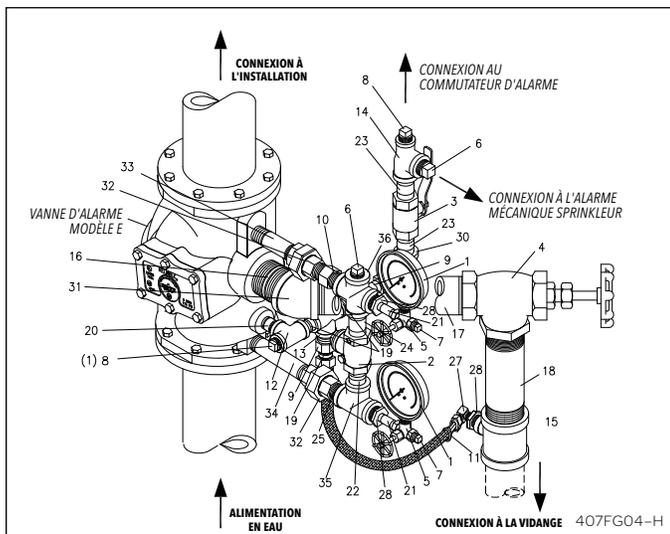

Fig. 4 – Installation verticale avec pression constante
Pression constante (Fig. 4 et 6)
Lorsque l'eau cesse de s'écouler dans la vanne d'alarme, le clapet (4) se replace sur son siège, ce qui interrompt le débit d'eau vers la chambre de retardement. Les orifices de vidange (élément 9, fig. 4 et 6) permettent de vidanger la chambre de retardement et la conduite de l'alarme par le tuyau de vidange (élément 11, fig. 4 et 6).